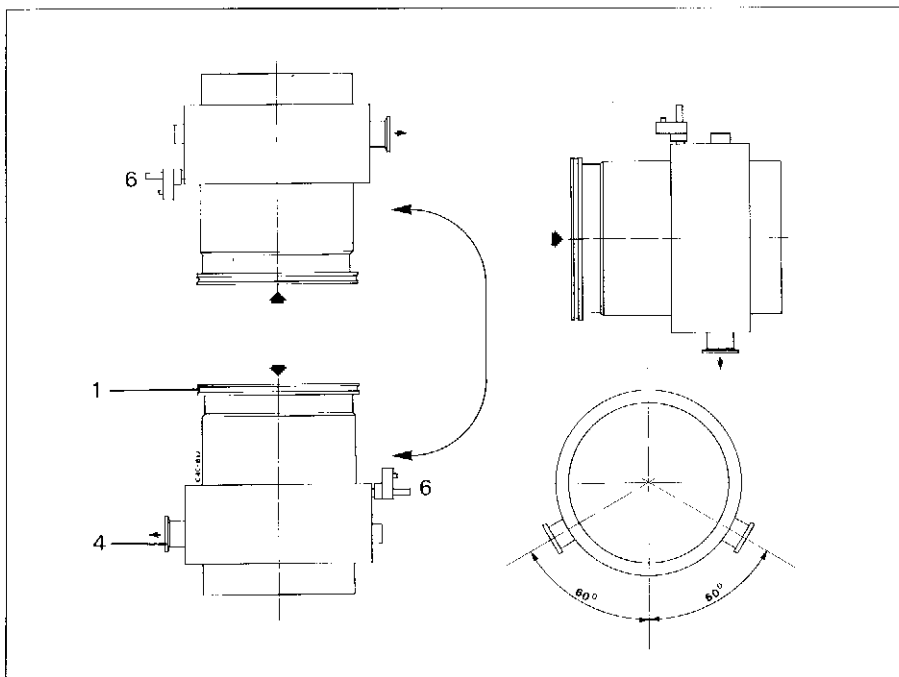

Fig. 7
- Die Pumpe kann lageunabhängig eingebaut werden. Der Vorvakuumflansch muß nach unten zeigen. Eine Änderung dieser Einbaulage durch Drehung der Pumpe um $\pm 60^\circ$ um die Rotorachse ist zulässig (Fig. 7).
- The pump can be installed in any attitude; the fore vacuum flange downside. The attitude can be changed by rotating the pump $\pm 60^\circ$ to the rotor axis (Fig. 7).
- La pompe peut être montée indifféremment dans n'importe quelle position. La bride vide primaire doit être vers le bas. Une modification de la position de montage est possible par une rotation de la pompe de 60° de l'axe du rotor (Fig.7).